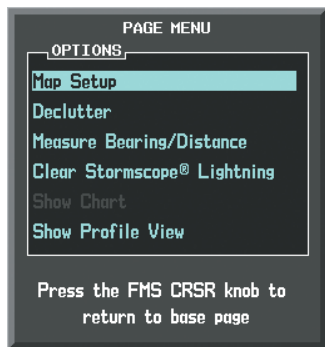

Figure 6-185 Navigation Map Page Menu
- 3) With Map Setup highlighted, press the **ENT** Key (Figure 6-185).